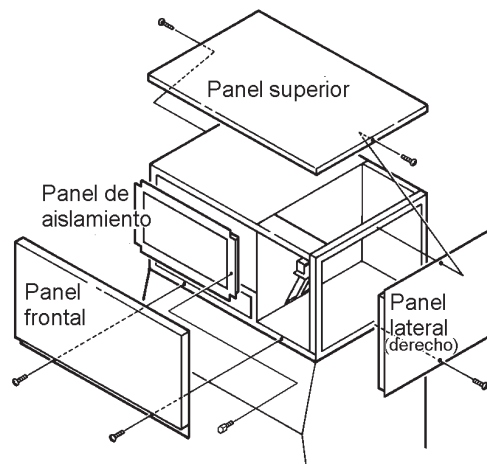

Fig. 1
2. CÓMO RETIRAR LOS PANELES – Ver Fig. 1